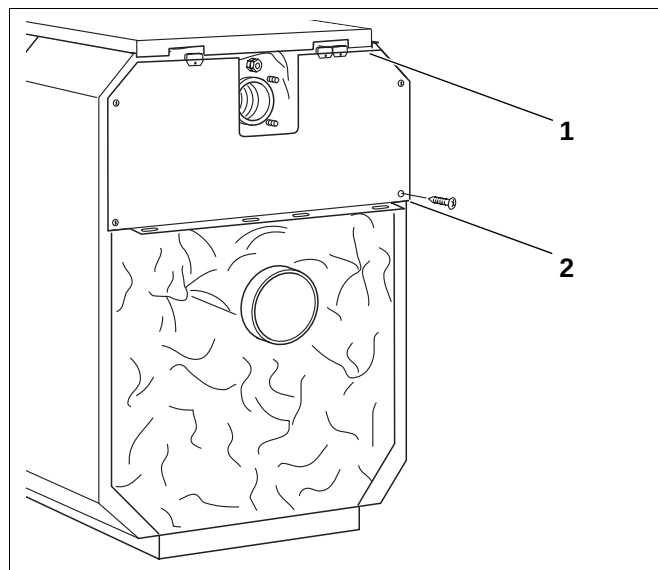

Fig. 54 Montage – øvre kjelbakvegg
- Skyv den øvre kjelbakveggen under kjelens bakre topplate (fig. 54, **pos. 1**) og skru den fast til sideveggene bakfra ved hjelp av fire metallskruer (fig. 54, **pos. 2**).